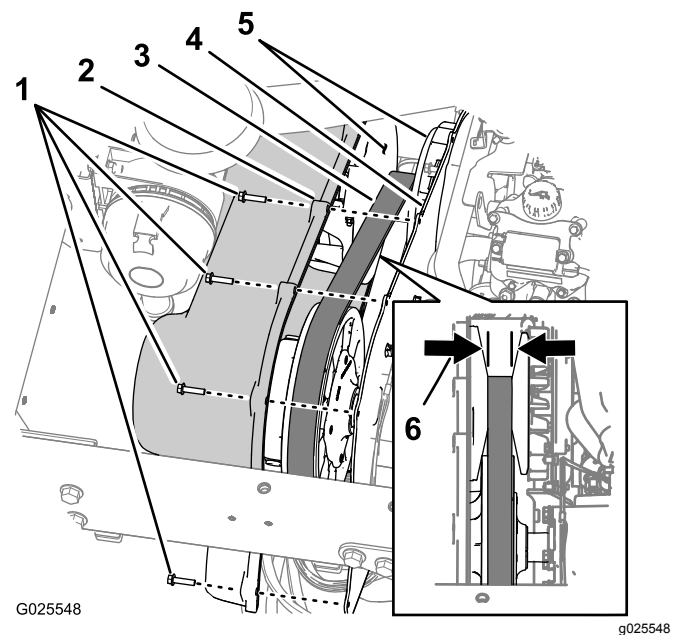

Figura 63
cubierta de la transmisión a la placa de montaje de la transmisión (Figura 63).
2. Mueva la cubierta hacia adelante hasta que pueda ver la correa de transmisión (Figura 63).
3. Inspeccione las caras cónicas del embrague primario en busca de señales de daños (Figura 63).
4. Compruebe la correa de transmisión en busca de dientes dañados o ausentes (Figura 63).
5. Mida y anote la anchura de la correa (Figura 63).
Nota: Si la anchura de la correa es de 29,5 mm o menos, cambie la correa (Figura 63).
6. Alinee los taladros de la cubierta de la transmisión con los taladros de la placa de montaje (Figura 63).
7. Sujete la cubierta a la placa de montaje (Figura 63) con los 9 pernos de cabeza hexagonal ($1/4'' \times$